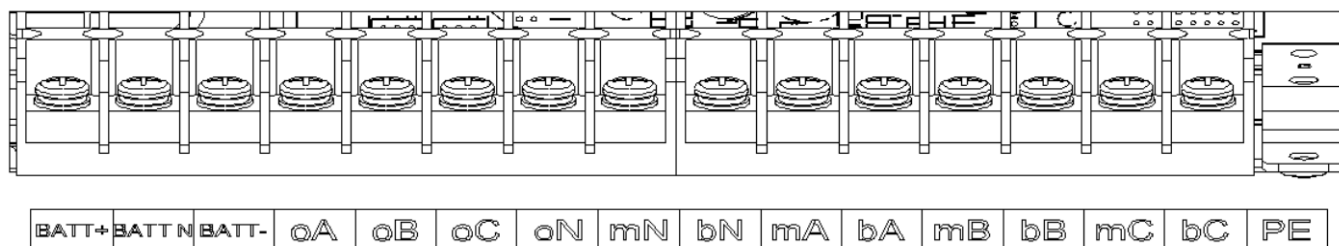

Рисунок 3-9. Клеммный терминал
2. Снимите заднюю защитный пластиковый кожух клеммного терминала (Рисунок 3-9).